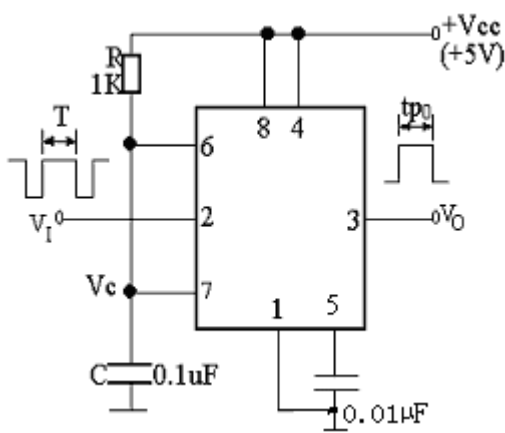
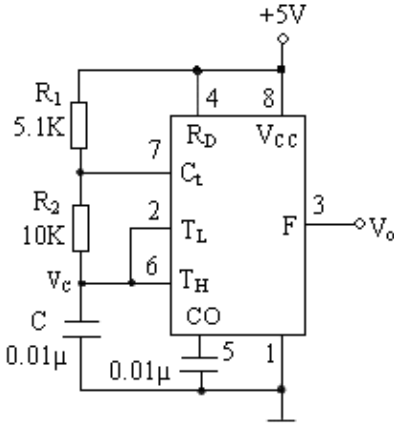

图 7-3 单稳态触发器
图 7-4 多谐振荡器
电路如图 7-3 所示，接通电源→电容 C 充电（至  $2/3V_{cc}$ ）→RS 触发器置 0→ $V_O=0$ ，T 导通，C 放电，此时电路处于稳定状态。当 2 加入  $V_I<1/3V_{cc}$  时，RS 触发器置 1，输出  $V_O=1$ ，使 T 截止。电容 C 开始充电，按指数规律上升，当电容 C 充电到  $2/3V_{cc}$  时，A1 翻转，使输出  $V_O=0$ 。此时 T 又重新导通，C 很快放电，暂稳态结束，恢复稳态，为下一个触发脉冲的到来作好准备。其中输出  $V_O$  脉冲的持续时间  $t_w=1.1RC$ ，一般取  $R=1k\Omega--10M\Omega$ ， $C>1000PF$ ，只要满足  $V_I$  的重复周期大于  $tp_0$ ，电路即可工作，实现较精确的定时。
电路如图 7-4 所示，电路无稳态，仅存在两个暂稳态，亦不需外加触发信号，即可产生振荡（振荡过程自行分析）。电容 C 在  $1/3V_{cc}$ — $2/3V_{cc}$  之间充电和放电，输出信号的振荡参数为：周期  $T=0.7C(R_1+2R_2)$
(1) 按图 7-4 接线，用双踪示波器观测  $v_c$  与  $v_o$  的波形，测定频率（电路接线不要拆，后面要用），并和理论估算值比较，算出频率的相对误差。
按图 7-3 连线，取  $R=1K$ ， $C=0.1\mu f$ ，输入信号  $V_i$  接图 7-4 的输出，观测波形  $v_i$ ， $v_c$ ， $v_o$ ，测定幅度及暂稳时间。